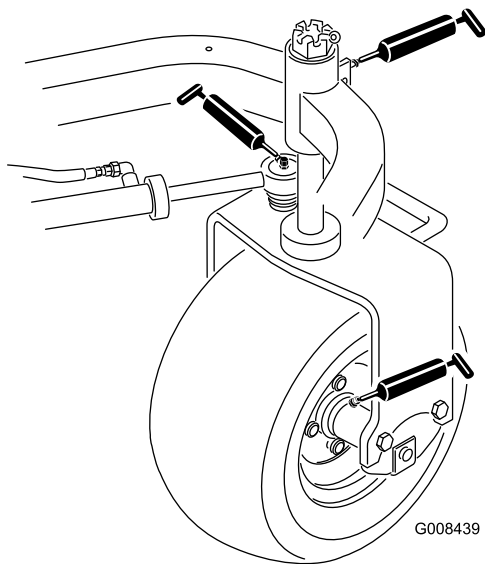

図 33
- 後ホイールハブヶ所 図 33
- キャスタベアリング1ヶ所 図 33
- ステアリングシリンダ2ヶ所 図 33